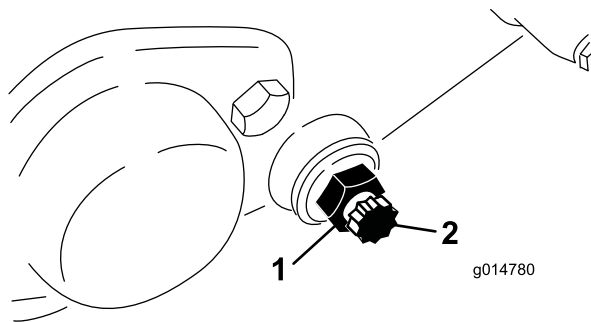

图57
3. 在机器的两侧松开固定底刀架螺栓图57的锁紧螺母。
4. 拆下两个底刀架螺栓向下拉动底刀架并从机器上拆下来。保存底刀架 (图57) 各端的 2 个尼龙和 2 个冲压钢垫圈。